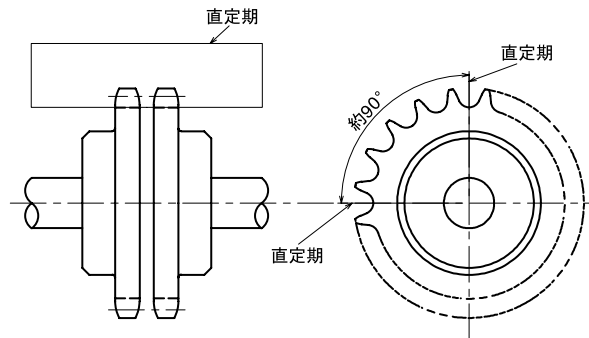

図2
3. 偏芯誤差は、直定期等にて両方のスプロケットの歯底部に合わせてチェックして下さい。偏芯誤差の修正は、下図2のように最低2ヶ所(90°)にて行って下さい。
偏芯誤差の修正は下図2のように最低2ヶ所(90°)にて行って下さい。